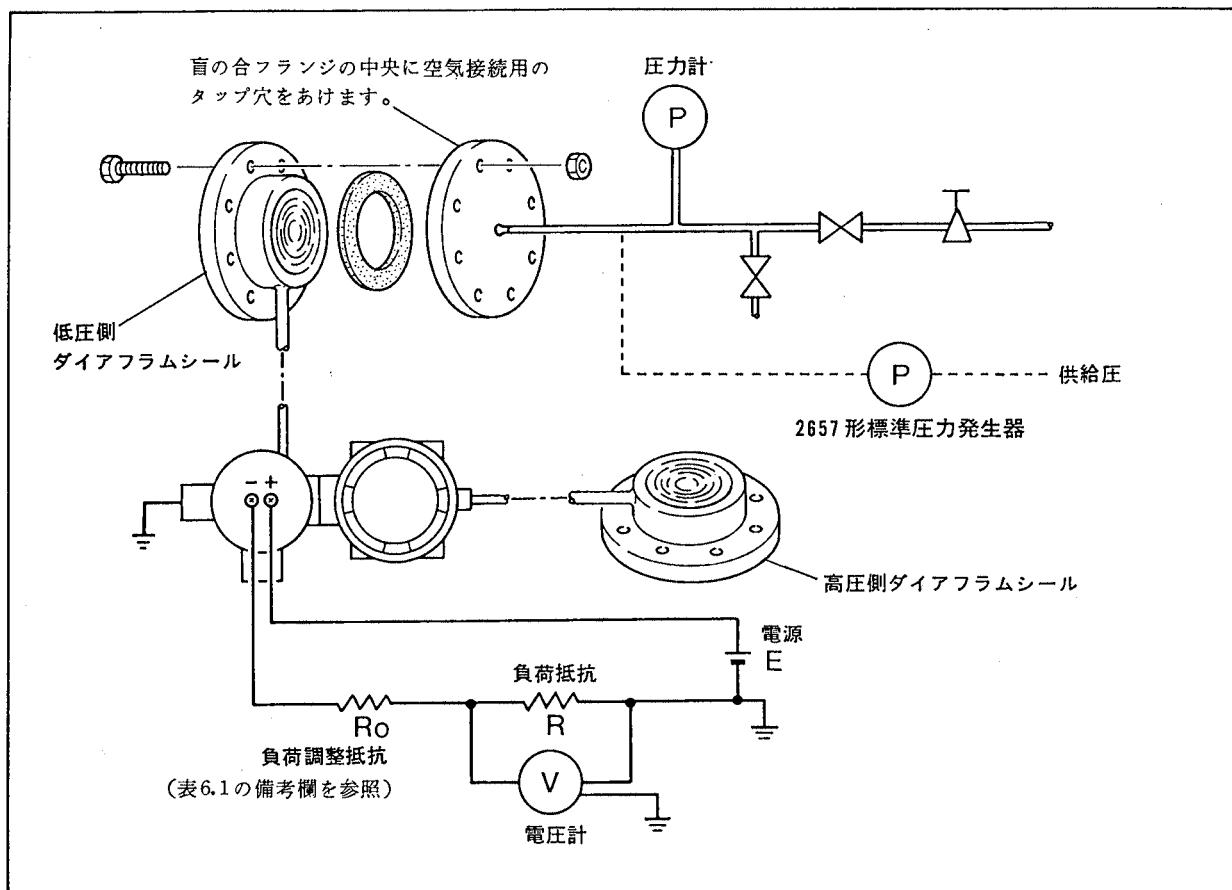

図 6.1 各機器の接続
校正は図 6.1 のように差圧相当の圧力を加える方法と実際にプロセスに取付けた状態で液位を変化させる方法の 2 つがあります。
- (1) 図 6.1 のように各機器を接続し、5 分以上ウォームアップします。
1. 液位測定の場合は、一般的に負方向遷移して使用することが多くあります。図 6.1 において測定レンジの 0 % が負方向に遷移されている場合は図のように高圧側を大気開放にしてください。測定レンジの 0 % が 0 kPa { 0 mmH2O } または正方向に遷移されている場合は、各機器を高圧側に接続し低圧側を大気開放にしてください。
- 図6.1のように各機器を接続し、5分以上ウォームアップします。
- (6) 高圧側にカプセルアセンブリのMAX SPAN圧力を加え、スパン調整ボリュームで出力を $5.000\text{V} \pm 0.004\text{V}$ (100%)に調整します。
- (7) (5), (6)項を繰り返して行ない、各電圧が許容値内に入るようにします。
- (8) 高圧側にMAX SPANの $1/2$ の圧力を加え、出力が $3.000\text{V} \pm 0.004\text{V}$ (50%)の範囲内に入るか確認します。範囲内に入らない場合にはリニアリティ調整ボリュームで調整します。
- (9) (5)～(8)項を繰り返して行ない、各電圧が許容値内に入るようにします。
- (1) 6.3項の図6.1と同じように各機器を接続し、5分以上ウォームアップします(6.3項(1)の注意を参照)。